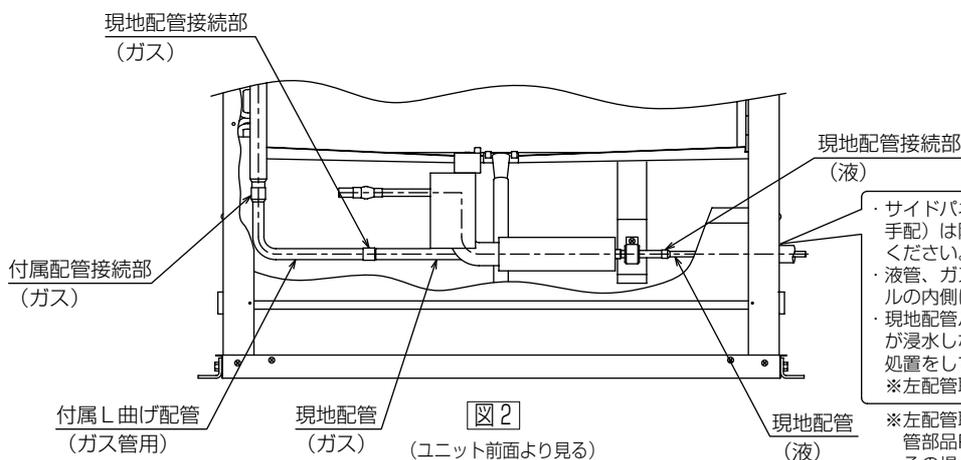

図2
(4) 図2に示すとおり付属配管、現地配管をロウ付接続してください。